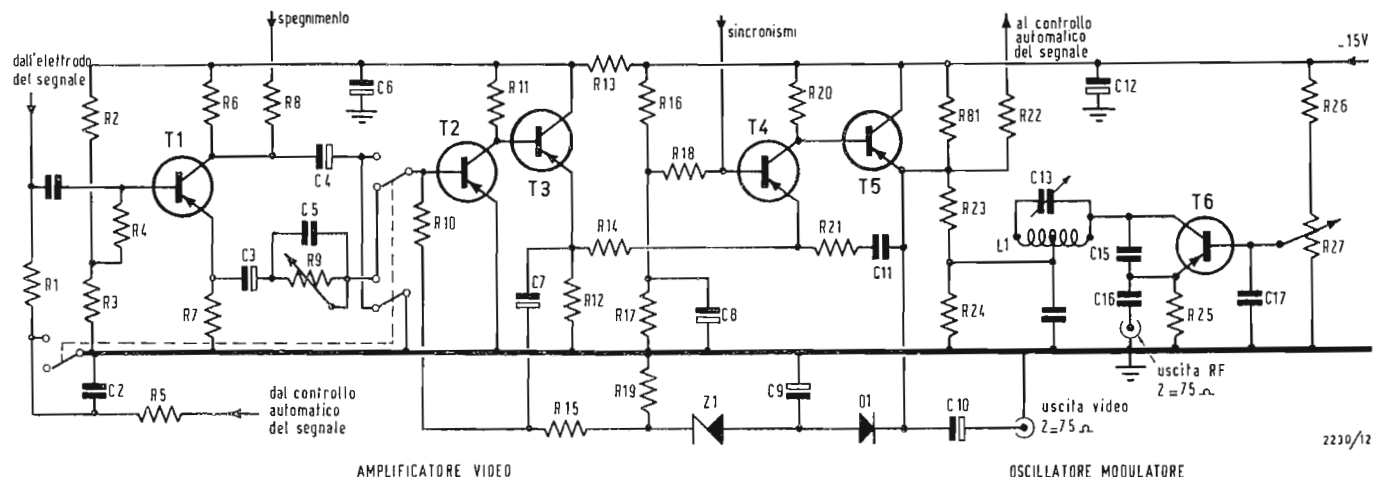

Fig. 1 - Schema elettrico dell'amplificatore video.
- a) *Unità N. 1* (fig. 1) comprendente l'amplificatore video e l'oscillatore modulato.
In fig. 1 è riportato lo schema elettrico dell'amplificatore video completo e della sezione RF: l'uscita di quest'ultima può essere applicata ai morsetti di antenna di un televisore. Compito dello amplificatore video è quello di amplificare la corrente del segnale ($0,4 \mu\text{A}$ per il massimo bianco) proveniente dal vidicon in modo che all'uscita dell'amplificatore si abbia un segnale video, con ampiezza di 1 V, che può essere applicato con polarità positiva per il bianco ai monitori mediante un cavo coassiale con impedenza caratteristica di 75 Ω . Questo segnale, sommato agli impulsi di sincronismo negativi, forma agli estremi dei 75 Ω un segnale standard con livello di $1,4 V_{pp}$. L'impedenza d'ingresso del segnale video per le basse frequenze è formata da un circuito in parallelo formato dal resistore d'ingresso R_i di 47 k Ω e dalla componente resistiva dell'impedenza d'ingresso effettiva dei transistor T_1 ; essa ammonta a circa 25 k Ω .
Oltre a ciò, la stabilità dei transistor da T_2 a T_5 è completamente assicurata dal valore elevato della reazione in tensione continua. Il segnale video è accoppiato in c.c. dall'emettitore di T_5 all'unità di controllo automatico del segnale, mediante il transistor T_{22} (fig. 3). La tensione di controllo derivata da questo viene passata dopo essere stata « spianata » nel filtro R_5 , C_2 (fig. 1), all'elettrodo del segnale del vidicon attraverso il resistore R_1 .